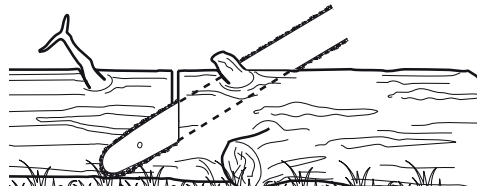

Fig. 38
- > Para facilitar o corte, siga as instruções. Quando o tronco é suportado ao longo de todo o seu comprimento (Fig. 38), é serrado a partir de cima.